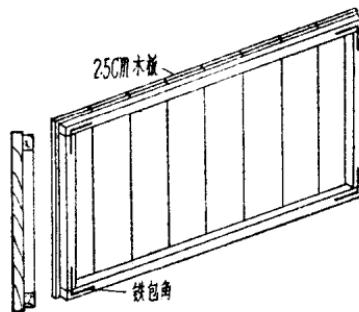

图 2-1 木定型模板
1)木定型模板（見图 2-1）：用方木（ 4×5 厘米）作边框，鋪釘木板，四角做鐵包角，板面刨光。木定型模板的主要特点是构造簡單，加工容易，投資少，可以充分利用短窄木材，废旧板材制作。缺点是耐久性差，容易变形，模板損耗較大。